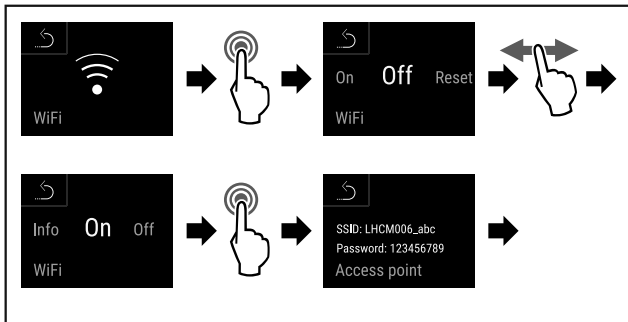

Fig. 117
- ▶ Efectuați pașii de acțiune (vezi Fig. 117) .